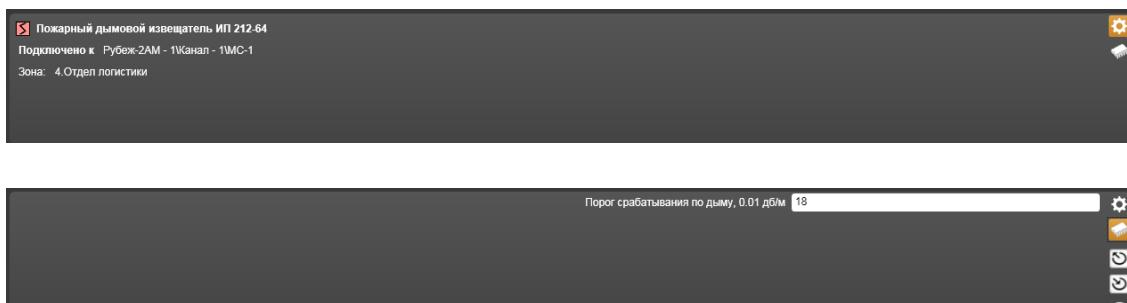

Рисунок 14.3.52 – Свойства Пожарного дымового извещателя ИП 212-64
13) Пожарный дымовой извещатель ИП 212-64 (ИП-64) (Рисунок 14.3.52).
- – **Параметры по умолчанию** – значок, при щелчке на котором происходит считывание параметров из памяти компьютера в таблицу параметров текущей закладки (Нижний рисунок 14.3.52).